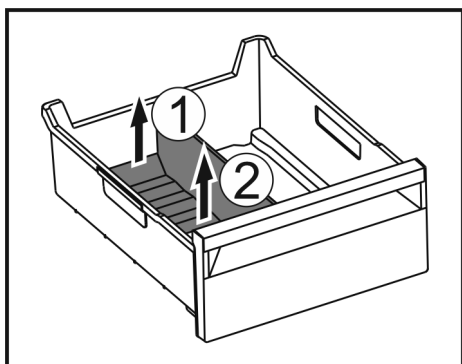

Fig. 146
- ▶ Zvedněte zadní část přepážky přihrádky na led. Fig. 146 (1)
- ▶ Přepážku přihrádky na led vyjmete nahoru. Fig. 146 (2)